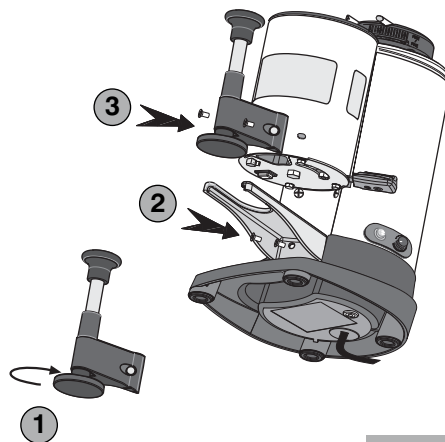

Fig. 10
- 2** Scegliere il diametro del pressino adatto (53, 54,5 o 57,5 mm) per il porta filtro della macchina per caffè in vostro possesso e fissarlo all'asta del pressino telescopico (1, Fig. 10).
- 3** Posizionare la forcella di appoggio lunga fornita assieme al pressino telescopico e fissarla utilizzando le stesse viti di fissaggio della forcella corta smontata precedentemente (2, Fig. 10).
- 4** Posizionare il pressino telescopico e fissarlo utilizzando le viti in dotazione (3, Fig. 10).